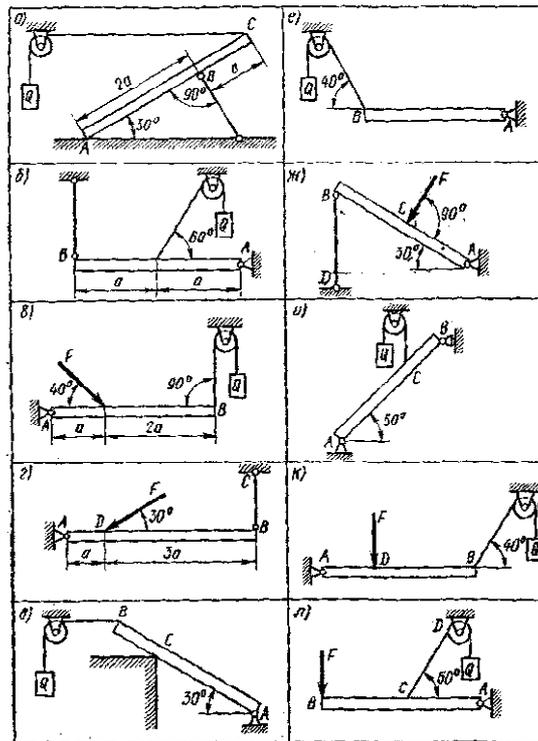

Рис. 15
1. Однородная балка (рис. 15, а), сила тяжести которой $G = 20 \text{ кН}$, в точке А опирается на гладкую горизонтальную плоскость и в точке В закреплена с помощью стержня, имеющего шарнирное крепление на концах. Определить реакции опор и вес груза Q , если в положении равновесия балки трос между точкой С и блоком горизонтален. Трением на блоке пренебречь.
2. Невесомая балка АВ (рис. 15, б) шарнирно закреплена в точке А и удерживается
3. Невесомая балка АВ (рис. 15, в) прикреплена к стене шарниром А и удерживается в горизонтальном положении с помощью троса, перекинутого через блок. Определить реакцию шарнира А и вес груза Q , если действующая на балку сила $F = 800$ Н.
4. Невесомая балка АВ (рис. 15, г) прикреплена к стене шарниром А и поддерживается в точке В вертикальным стержнем ВС. Определить реакции опор, если в точке D балка нагружена силой $F=10$ кН.
5. Однородная балка (рис. 15, д), сила тяжести которой $G = 4$ кН, шарнирно закреплена в точке А и опирается на ребро гладкой стены в точке С. Найти реакции опор, если трос на участке от точки В до блока горизонтален, $BC=1/3$ АВ и $Q = 2,8$ кН. Трением на блоке пренебречь.
6. Горизонтальная однородная балка АВ (рис. 15, е), сила тяжести которой $G = 4$ кН, шарнирно прикреплена к стене и удерживается в горизонтальном положении с помощью троса, перекинутого через блок. Определить реакцию шарнира А и вес груза Q , если в положении равновесия балки трос составляет с горизонтом угол 40° . Трением на блоке пренебречь.
7. Невесомая балка АВ (рис. 15, ж) прикреплена к стене шарниром А и удерживается под углом 30° к горизонту с помощью стержня ВD. Определить реакции опор, если сила $F = 6$ кН. В точках В и D считать крепление шарнирным; $AC = BC$.
8. Невесомая балка АВ (рис. 15, и) удерживается под углом 50° к горизонту с помощью шарнирно-неподвижной опоры А и шарнирно-подвижной опоры В. Определить реакции опор, если трос на участке от точки С до блока вертикален и на конце нагружен силой $Q = 4$ кН; $BC = 1/4$ АВ. Трением на блоке пренебречь.
9. Невесомая балка АВ (рис. 15, к) прикреплена к стене шарниром А и удерживается в горизонтальном положении с помощью троса, перекинутого через блок С. Определить реакцию опоры А и силу тяжести Q груза, если ветвь ВС блока образует с горизонтом угол 40° , а действующая на балку вертикальная сила
10. Невесомая балка АВ (рис. 15, л) удерживается в горизонтальном положении с помощью шарнирно-неподвижной опоры А и троса, ветвь CD которого образует угол 60° с горизонтом. Определить реакцию опоры А и вес груза Q , подвешенного к концу троса, перекинутого через блок D. Считать, что трос прикреплен к балке в ее середине. Трением на блоке пренебречь; $F=40$ кН.